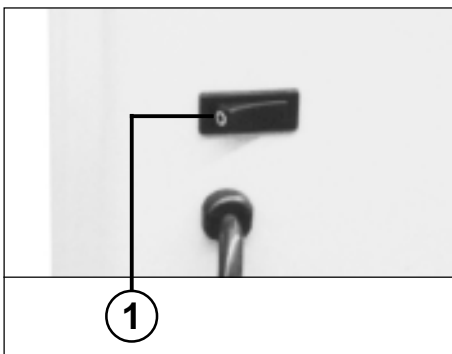

Рис. 1
- 1 = рычажный выключатель "Готовность к работе" (рис. 1)**
Включите прибор с помощью рычажного выключателя (1) (рис. 1). В качестве знака готовности прибора к эксплуатации загорается контрольная лампочка индикации готовности к работе (5) и красная лампочка подсветки клавиши останова "S" (3) (рис. 2).
если происходит перегрузка двигателя, то он отключается. Выключите прибор, переведя в рычажный выключатель (1), (рис. 1) в положение "0".
Следите за тем, чтобы прибор в ночное время был выключен с помощью рычажный выключатель (1), (рис. 1).